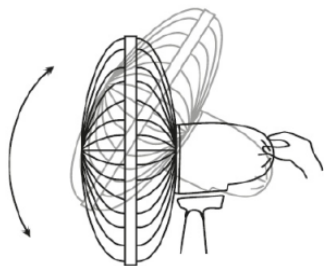

Fig 3
6. La tête du ventilateur peut être inclinée vers le haut ou vers le bas ; assurez-vous d'abord que le ventilateur est bien débranché du secteur. (Fig 3)